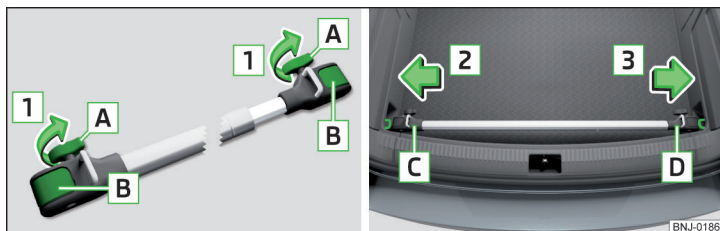

Fig. 110 Montaggio della traversa: allentare le viti e sbloccare i supporti / posizionare la traversa sugli occhielli di ancoraggio
- Allentare completamente le viti A » fig. 110 in direzione della freccia 1 ed estrarle parzialmente.